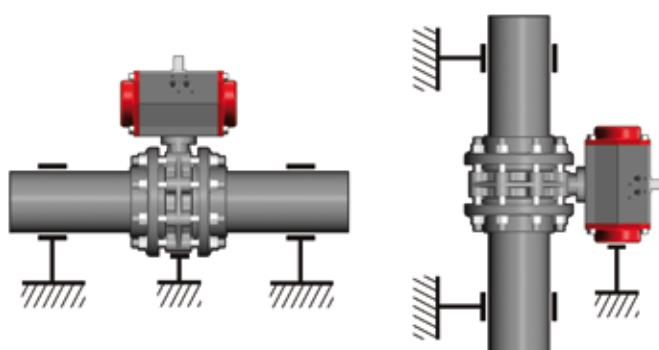

Fig. 1
- Le valvole motorizzate devono essere adeguatamente supportate (Fig. 1).
- The actuated valves should be properly installed (Fig. 1).
- Pour les vannes avec actionneurs en grands diamètres prévoir un supportage de la vanne sur la canalisation (Fig. 1).
- Medium nicht verunreinigt senkrecht Angetriebene Klappen sollten, wenn nicht anders angegeben, mit dem Antrieb senkrecht über der Klappe eingebaut werden (Fig. 1).